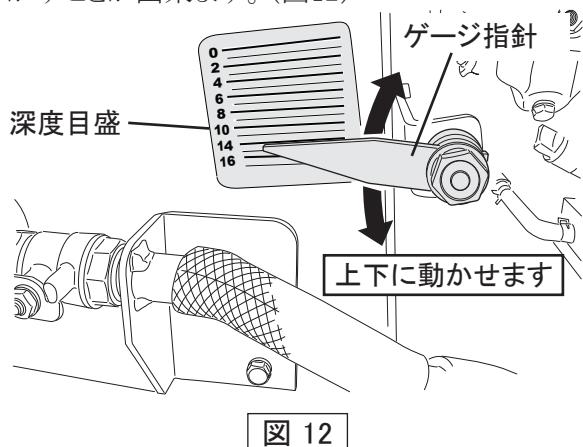

図 12
- 切削深さゲージで作業時のダイヤモンドブレードの切削深さが判ります。ゲージ指針は手で動かすことが出来ます。(図12)